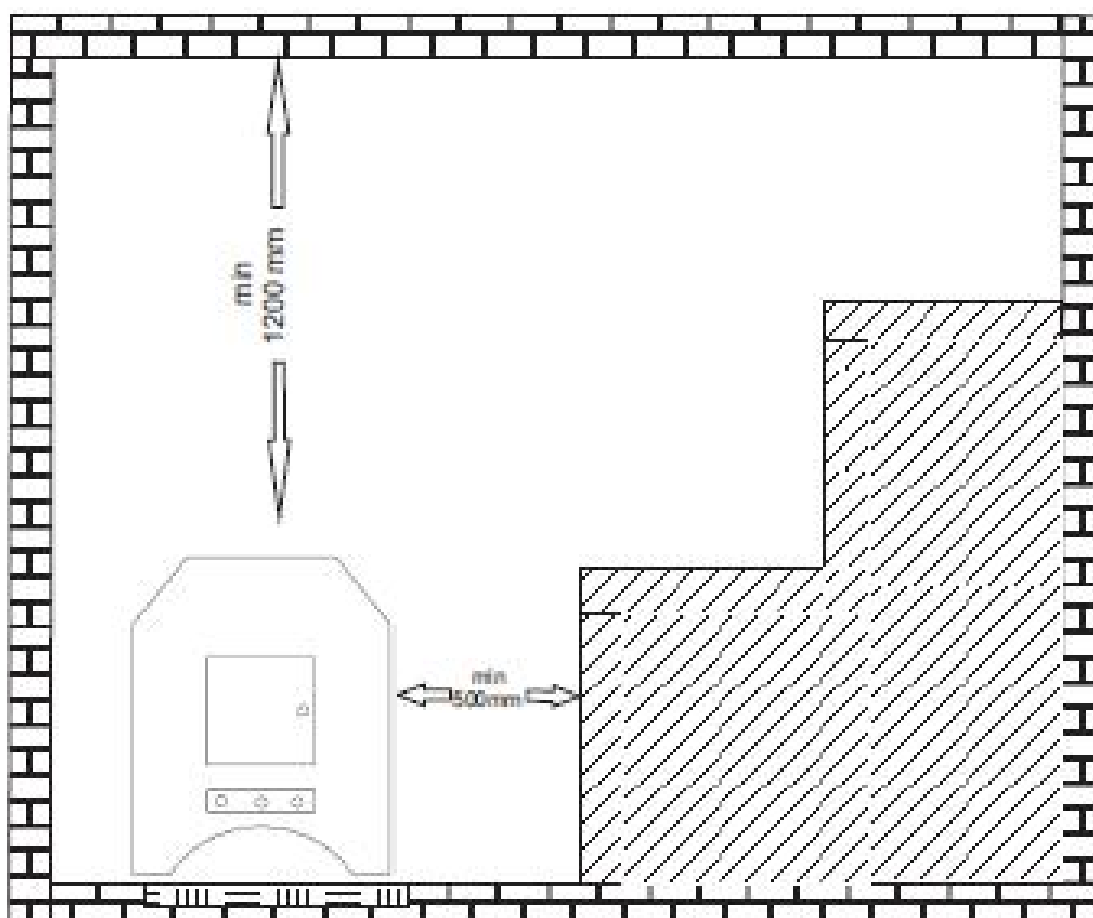

Рис. 2
- расстояние от верхней точки печки до потолка не должно быть меньше 1200мм. (Рис.2)